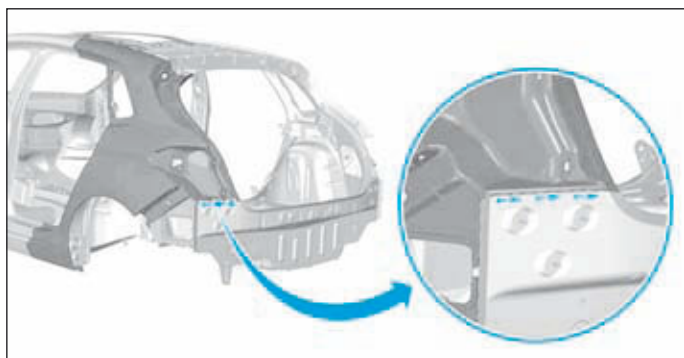

FIG.87
- Meuler les cordons de soudure MAG (Fig.87).